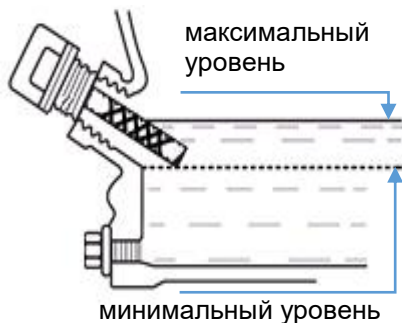

Рис. 12
4. При недостаточном уровне масла - долейте используемое в данном двигателе масло до нижнего края патрубка. (см. рис. 12)